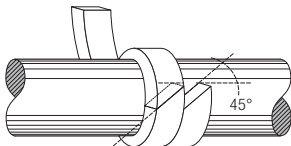

図1-バイアスカット
5. パッキンは常にひとつずつ分離したリングに切断してください。決してスタッフィングボックスの中にパッキンをコイル状に巻きつけないこと。バルブや膨張継手用にリングをカットする場合は、バイアスカット(角度45度)が最も好ましい方法です。トップリングがパッキンスペースに適切に適合するかどうかを確認してから、一度にリングをひとつずつカットしてください。各リングは丸棒の軸に対して45度の角度でカットしてください(図1参照)。